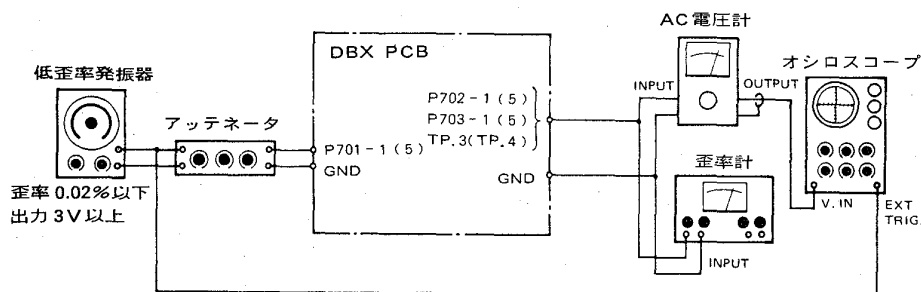
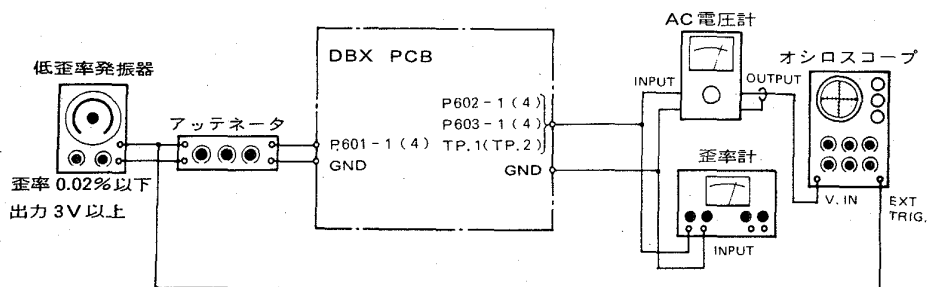
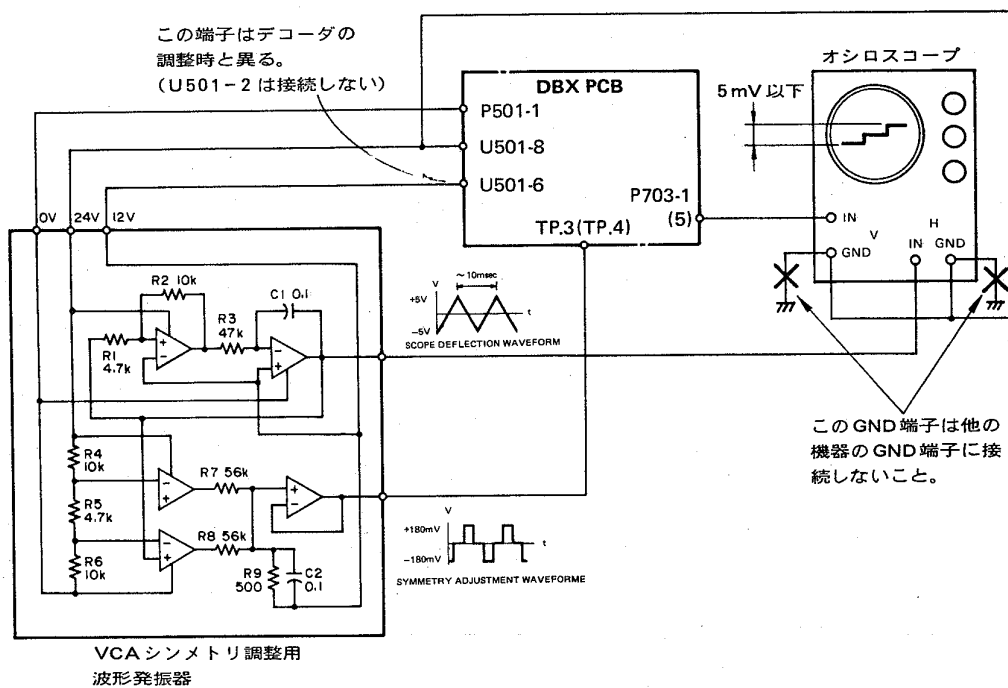
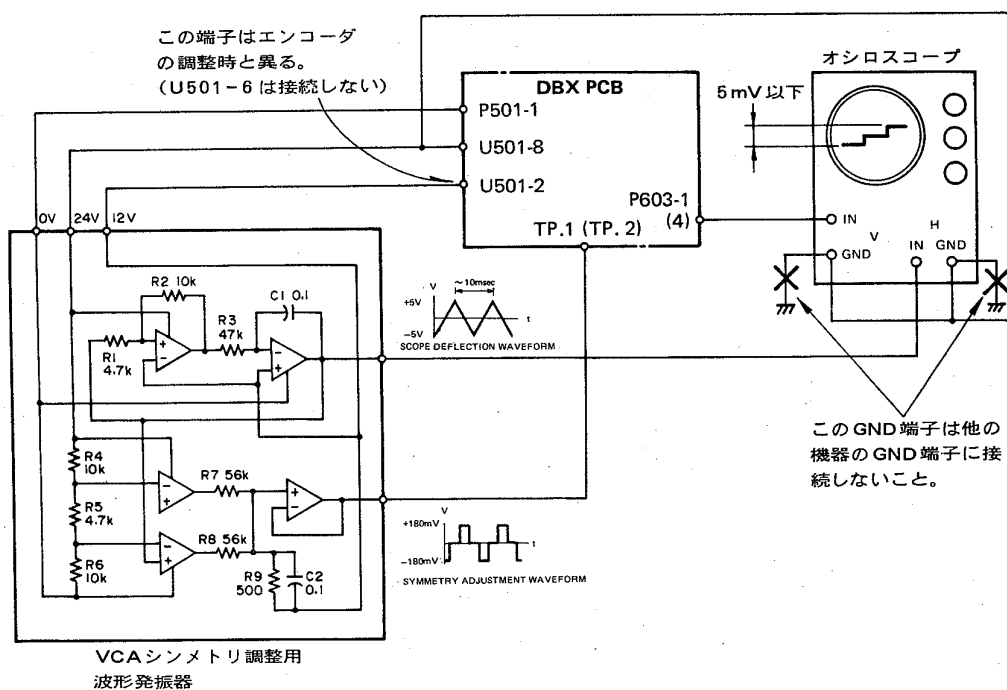

図21 エンコーダ調整時の接続
図22 デコーダ調整時の接続
図 23 VCA シンメトリ調整の接続(エンコーダ)
図 24 VCA シンメトリ調整の接続(デコーダ)
- P 701 ~ P 703 の線材を外し、図21のように測定器を接続する。(各コネクタのピン1はLch, ピン5はRch)
- P 701 - 1 (5) に 100 Hz の入力を加え、P 702 - 1 (5) の出力が 300 mV になるよう入力レベルを調整する。
- P 701 - 1 (5) に 1 kHz の入力を加え、P 702 - 1 (5) の出力が 300 mV になるよう入力レベルを調整する。
- 次に P 703 - 1 (5) の出力レベルが 300 mV になるよう R 737 (R 738) を調整する。
- 測定器を図23のように接続する。
- 測定器の接続を図21に戻す。
- 入力信号を 100 Hz, 10 kHz としたとき、R 703 - 1 (5) の出力がそれぞれ 212 mV ~ 238 mV, 165 mV ~ 185 mV であることを確認する。
- 5 項の状態から入力信号を 1 kHz / 300 μV にしたとき P 703 - 1 (5) の出力が 8.95 mV ~ 10.1 mV であることを確認する。(1 kHz バンド・パス・フィルタを使用して測定すること)
- 5 項の状態から入力信号を 1 kHz / 3 V にしたとき、P 703 - 1 (5) の出力が 895 mV ~ 1.01 V であることを確認する。
- P 601 ~ P 603 の線材を外し、図22のように測定器を接続する。(各コネクタのピン1はLch, ピン4はRch) 図23
- P 601 - 1 (4) に 100 Hz の入力を加え、P 602 - 1 (4) の出力が 300 mV になるよう入力レベルを調整する。
- P 601 - 1 (4) に 1 kHz の入力を加え、P 602 - 1 (4) の出力が 300 mV になるよう入力レベルを調整する。
- 次に P 603 - 1 (4) の出力レベルが 300 mV になるよう R 637 (R 638) を調整する。
- 測定器を図24のように接続する。
- 測定器の接続を図22に戻す。
- 入力信号を 100 Hz, 10 kHz としたとき、P 603 - 1 (4) の出力がそれぞれ 475 mV ~ 599 mV, 789 mV ~ 993 mV であることを確認する。
- 5 項の状態から入力信号を 1 kHz / 9.48 mV にしたとき P 603 - 1 (4) の出力レベルが 267 μV ~ 336 μV であることを確認する。(1 kHz バンド・パス・フィルタを使用して測定すること)
- 5 項の状態から入力信号を 1 kHz / 948 mV にしたとき P 603 - 1 (4) の出力レベルが 2.67 V ~ 3.37 V であることを確認する。